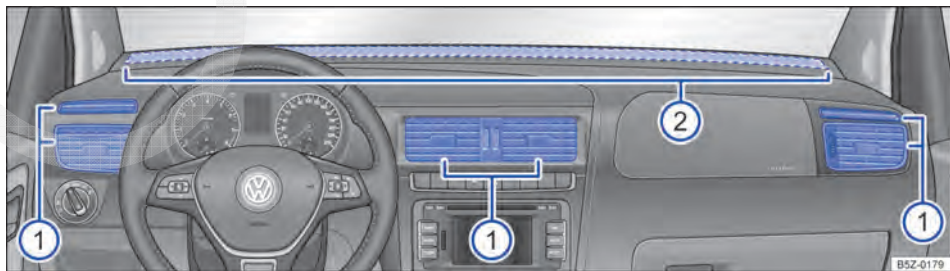

Fig. 122 No painel de instrumentos: difusores de ar.
Para que uma potência de aquecimento, uma refrigeração e uma entrada de ar suficientes sejam atingidas no interior do veículo, nunca fechar os difusores de ar completamente → Fig. 122 ①.
- Para abrir os difusores de ar ①, pressionar na parte superior do difusor de ar.
Há outros difusores de ar, não reguláveis. Encontram-se no meio do painel de instrumentos → Fig. 122 ②, nas áreas para os pés e na parte traseira do interior do veículo.